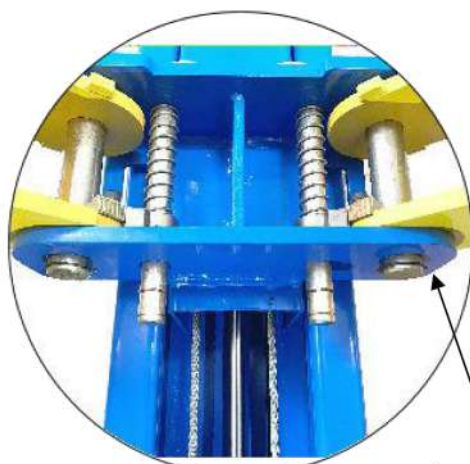

Fig. 44
1. Instale os braços de elevação (Ver Fig. 44).